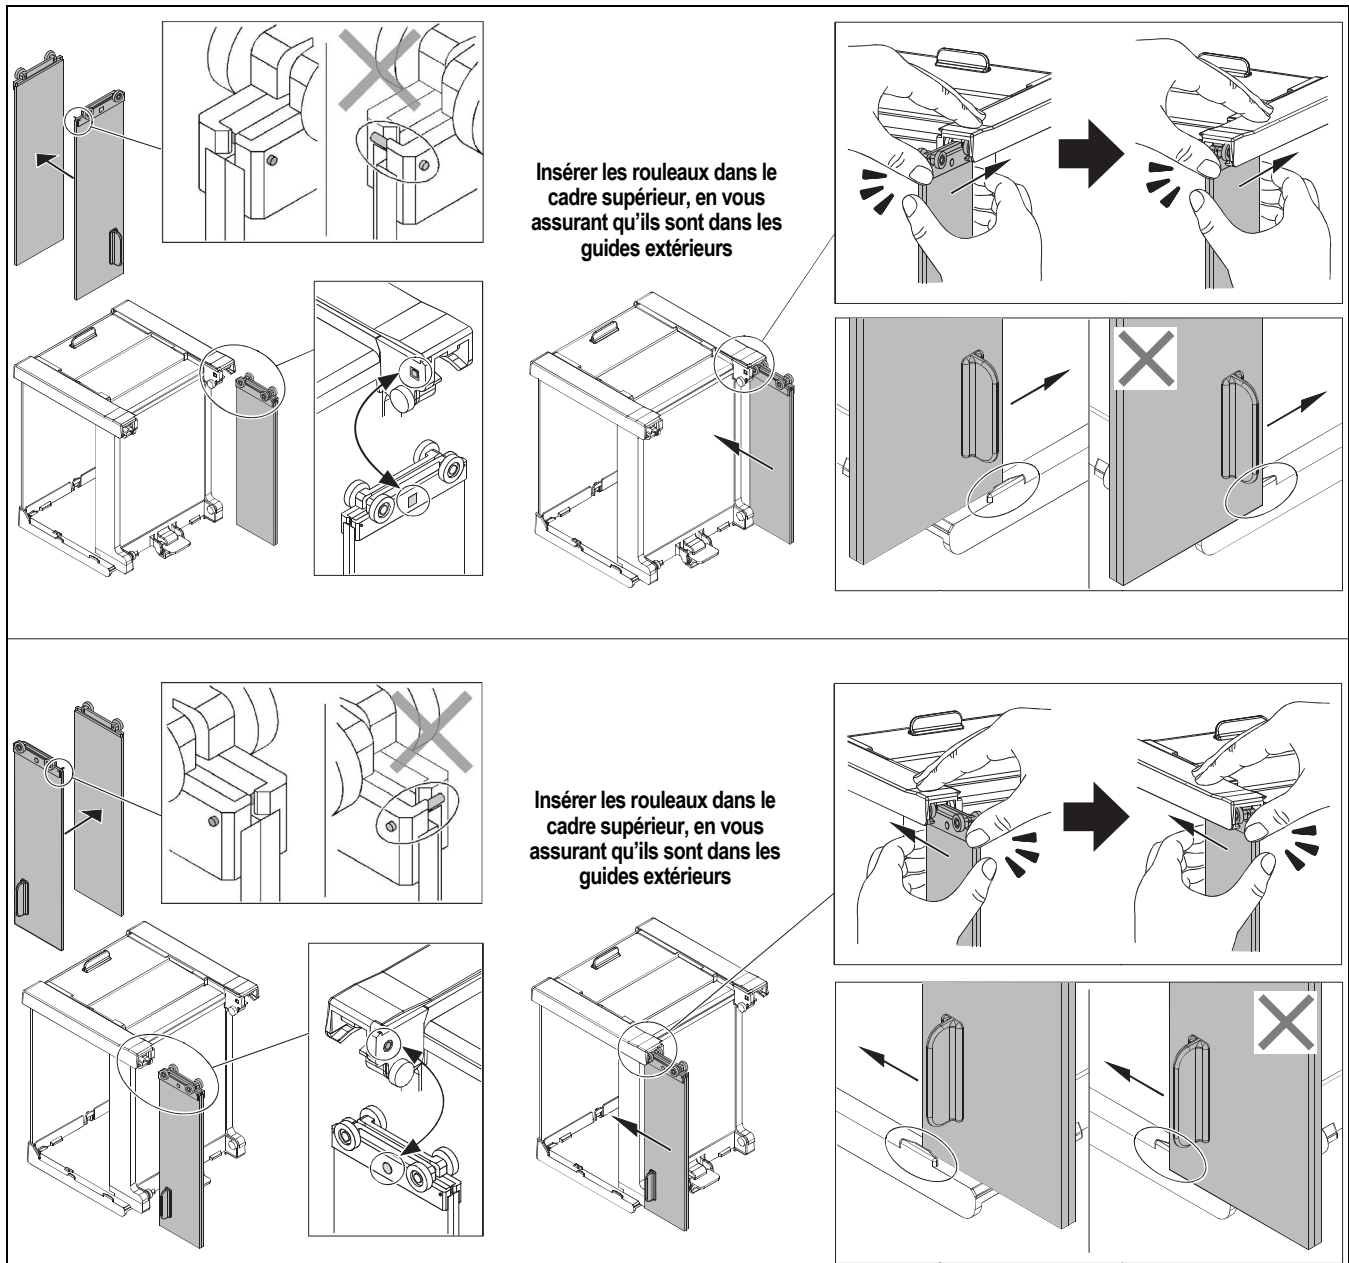

Figure 2-13. Insérer les côtés
11. Maintenir les panneaux ensemble, en vous assurant que le panneau avec la poignée est orienté vers l'extérieur. Les panneaux étant fermement maintenus ensemble, insérer les rouleaux dans le cadre de l'ensemble supérieur, comme illustré à la Figure 2-13.